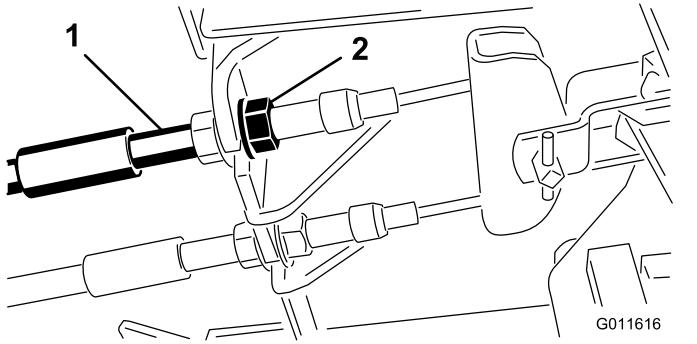

图43
1. 要缩短刹车踏板的自由行程可以通过松开刹车拉线螺纹端的前螺母紧固刹车 图43。